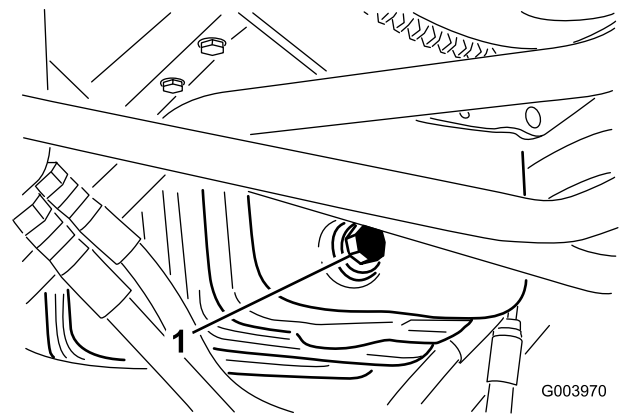

Figure 62
1. Retirez le bouchon de vidange (Figure 62) et laissez couler l'huile dans un bac de vidange.